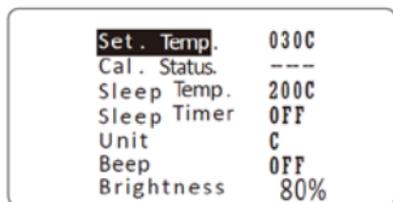

Fig.5
6.3.1 Cuando se muestra el estado "----" (ver Fig. 5), en la opción "Cal.Status" significa que la temperatura no tiene calibración.